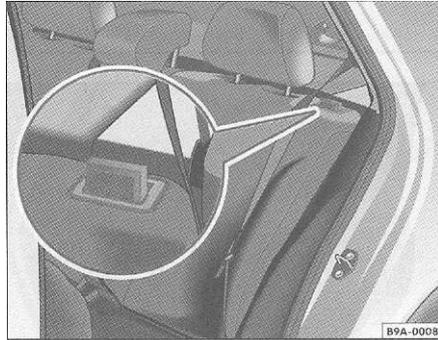

Fig. 69 Trava do encosto do banco não bloqueado
- Levante totalmente o encosto e pressione firmemente o bloqueador => fig. 69 até baixá-lo totalmente.